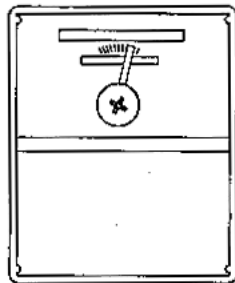

FIGURA 2
- Retire La Cubierta de Enfrente del termostato nuevo metiendo un dedo por el lado del termostato y empujando con suavidad en cada esquina. Coloque la base, Figura 2, en el plato de la pared sobre la apertura de la pared. Marque la pared con lápiz donde irán los agujeros de montar como lo indica la Figura 2. Ahora ponga el plato de la pared y la base a un lado.
- Fije los alambres a los tornillos de la terminal como se muestra en la Figura 2. (Cualquier alambre a cualquier terminal) Empuje el alambreado sobrante hacia adentro de la apertura en la pared.